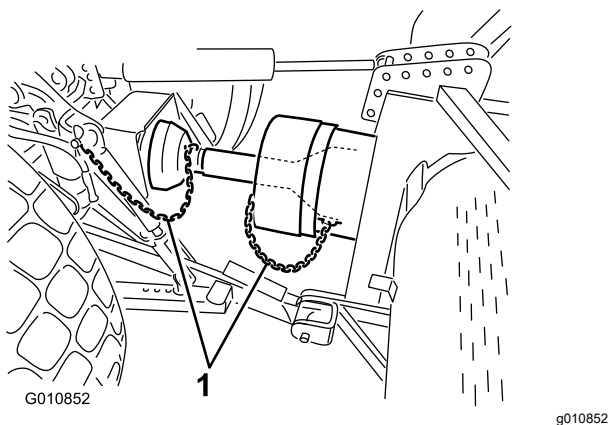

Figura 25
6. Ligue as correntes de segurança da proteção à proteção da tomada de força e ao suporte da unidade de tração (Figura 25). Certifique-se de que as correntes permanecem frouxas quando elevar e baixar o arejador.